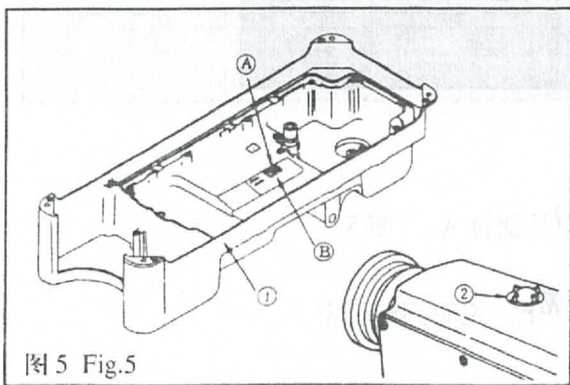
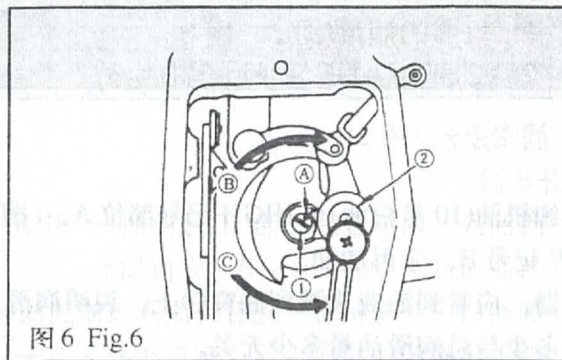

图5 Fig.5
图6 Fig.6
2. 机器的润滑(图 5、图 6)
2. LUBRICATION (Fig.5, Fig.6)
1. 润滑须知:(图 5)
- 1) 向油盘①内加缝纫机油(10号白油)至HIGH记号部位A。(图5)
- 3) 加油后, 开动机器, 应看到油液飞溅到油窗②上, 说明润滑正常。
2. 调节面部油量:(图 6)
1. Information on lubrication (Fig.5)
2. Adjusting the amount of oil supplied to the face plate parts (Fig.6)